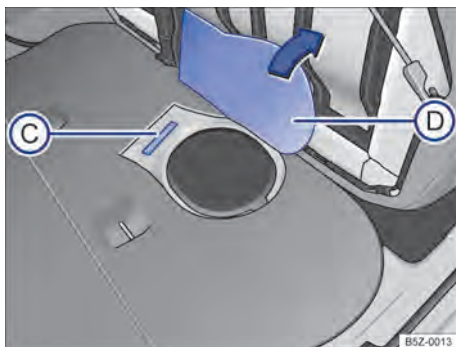

Fig. 18 Debaixo do banco traseiro sob o revestimento do assoalho (D): número de identificação do veículo (C).
O número de identificação do veículo está localizado debaixo do banco traseiro sob o revestimento do assoalho $\Rightarrow$ Fig. 18 (C). Para encontrar o número de identificação do veículo, rebater o banco traseiro e levantar o revestimento do assoalho $\Rightarrow$ Fig. 18 (D).